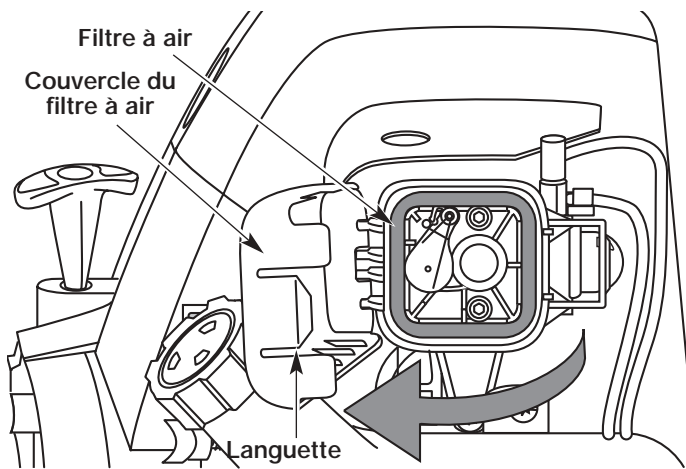

Figure 44
1. Ouvrez le couvercle du filtre à air Enfoncez la languette à droite du couvercle, tirez celui-ci vers vous puis vers la gauche (Fig. 44).
2. Retirez le filtre à air (Fig. 44).
8. Pivotez le couvercle vers la droite jusqu'à ce que la languette du couvercle du filtre s'enfonce d'un déclic dans la plaque arrière (Fig. 44 & 48).